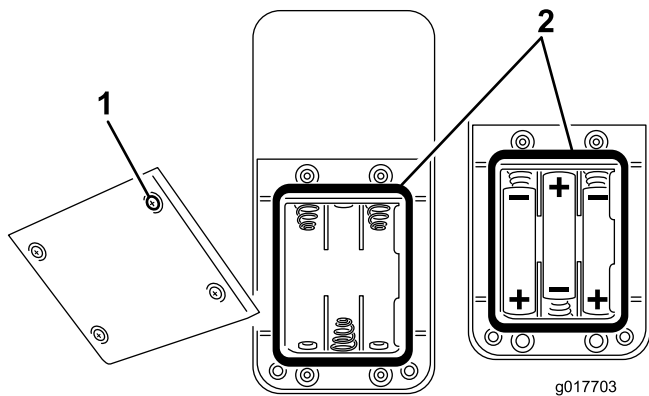

Figura 34
2. Para instalar pilas en un compartimento vacío, instale tres pilas nuevas tamaño AAA. Asegúrese de que orientar las pilas según se indica en Figura 34.
3. Para cambiar pilas gastadas, retire las pilas usadas e instale tres pilas nuevas tamaño AAA. Asegúrese de que orientar las pilas según se indica en Figura 34.